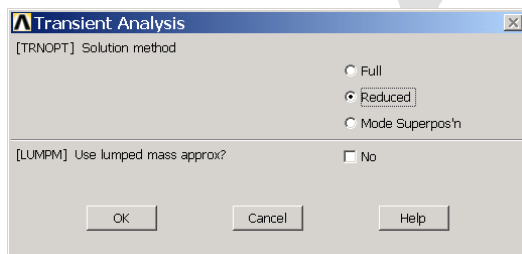

图10.32 选择分析方法
(3) 接着弹出如图 10.32 所示的【Transient Analysis】对话框。选中【Reduced】单选按钮，并单击【OK】按钮确认。